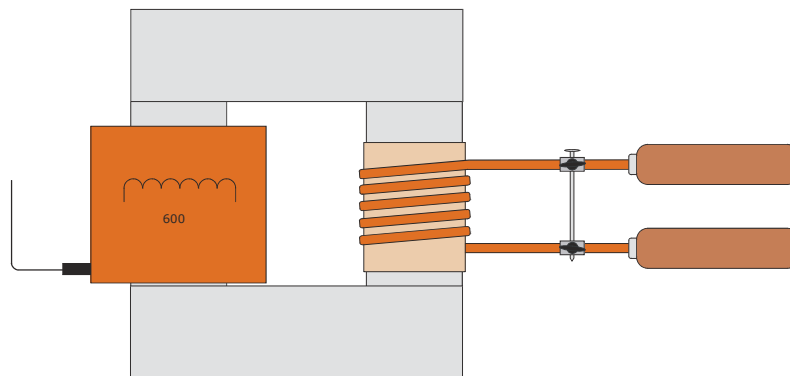

Fig. 2 Ensaio de fusão de agulhas
- Montar o transformador de alta corrente conforme a fig. 2 e colocar sobre uma superfície resistente ao calor.